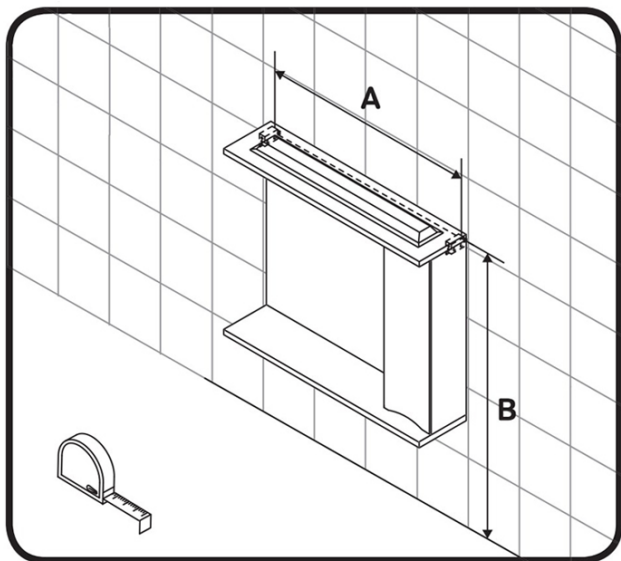

РИС.1 ЗАМЕР ОБЩЕЙ ВЫСОТЫ
- Далее необходимо отметить общую высоту зеркала с шкафчиком и расстояние между навесами, так как оно будет означать длину между анкерными болтами, которые необходимо установить в стену **(рис.1)**.